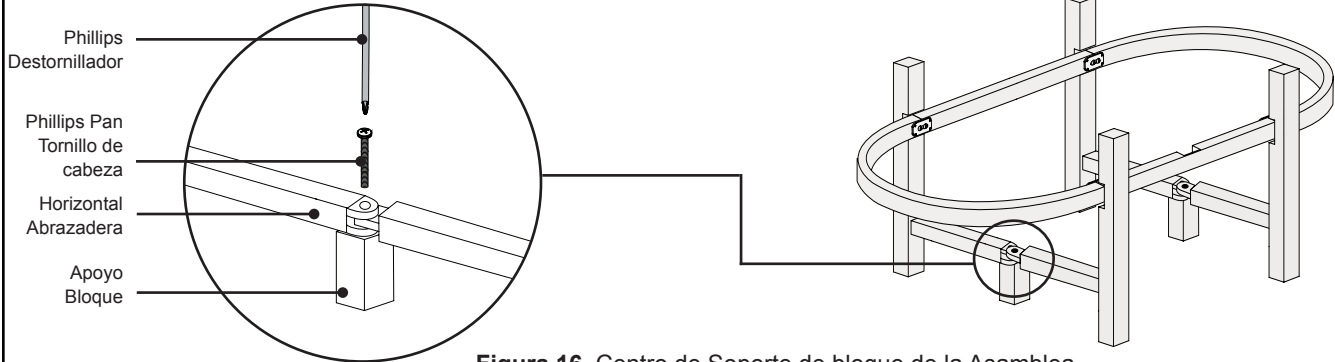

Figura 16. Centro de Soporte de bloque de la Asamblea
- 1 Instale los bloques de centro de apoyo por su inclusión en cada centro de soporte horizontal (Figura 16).